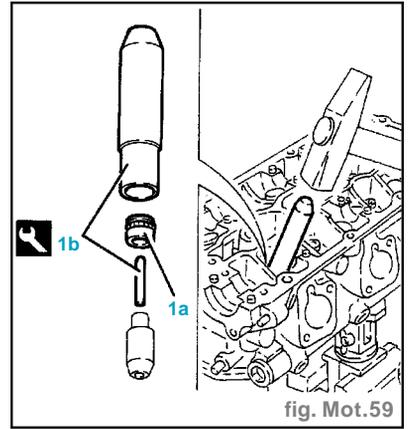

fig. Mot.59
- Monter la bague d'étanchéité des guides-soupapes (1a) à l'aide de l'outil (1b) (fig. Mot. 59).